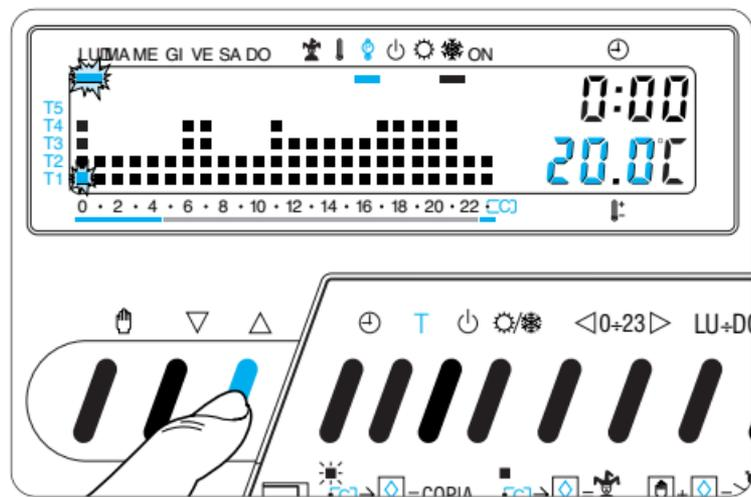

Fig. 36
**10.3** - Mediante il pulsante  $\nabla$  o  $\triangle$  (fig. 36) selezionare il livello di temperatura desiderato; premere quindi il pulsante  $0 \div 23 \triangleright$  per passare